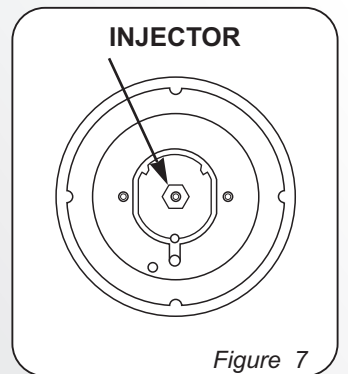

Figure 7
- Вставте шестигранний ключ (7 мм) в підставку пальника (Рис. 7)